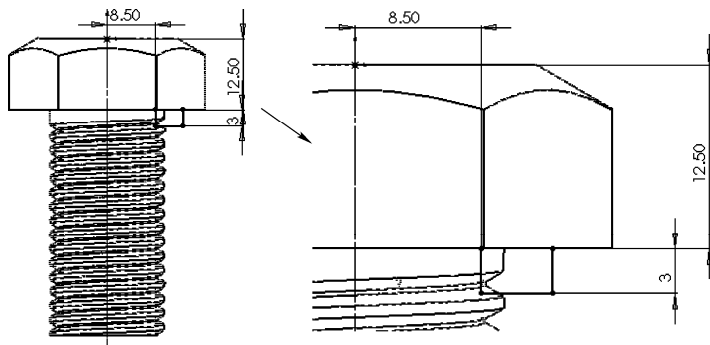

图 7-36 绘制草图
**02** 绘制草图。单击“草图”控制面板中的“中心线”按钮, 绘制一条通过原点的竖直中心线作为对切除-旋转特征的旋转轴。选择菜单栏中的“工具”→“草图绘制实体”→“矩形”命令, 或单击“草图”控制面板中的“边角矩形”按钮, 并对其进行标注, 如图 7-36 所示。